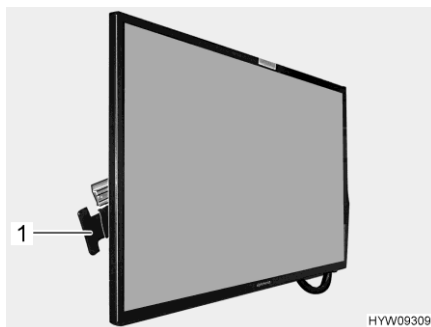

Fig. 62 Schermo piatto (scorrevole lateralmente)
- Premere e tenere premuta la maniglia (Fig. 62,1) in direzione dello schermo piatto. Lo schermo piatto è sbloccato.